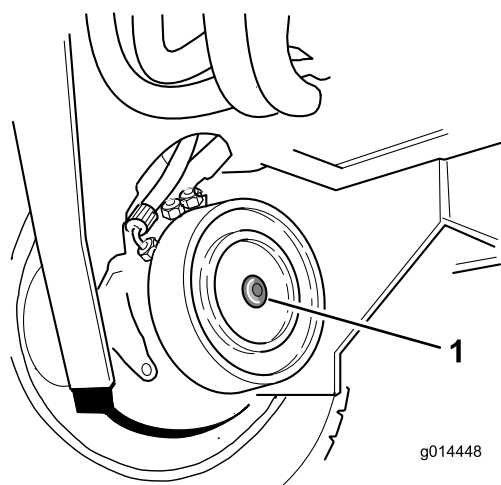

Bild 61
5. Ziehen Sie die Feststellschraube im Gewindeloch des Bremskolbens an, bis sich die Bremse löst (Bild 61).